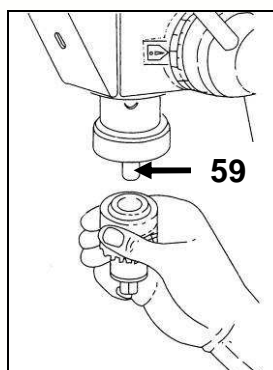

Fig 23
- Enfoncez l'arbre porte-mandrin (59) dans la broche, puis montez le mandrin (58) sur l'arbre porte-mandrin (Fig 23). Utilisez un maillet pour enfoncer fermement l'ensemble.